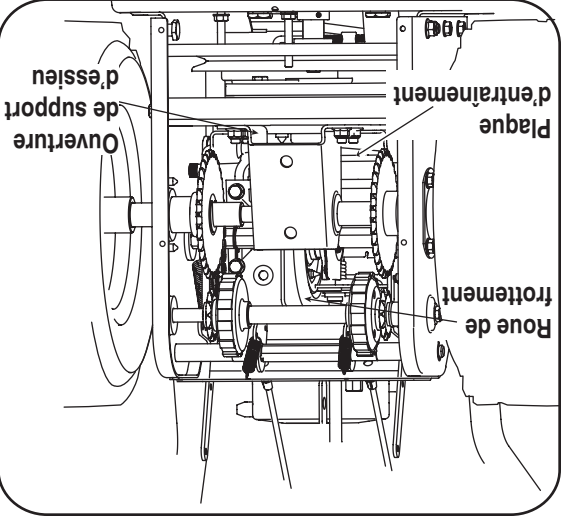

Figure 5-2
2. Retirez le couvre-châssis du dessous de la souffeuse en enlevant les vis auto-tarandeuses. Voir la Figure 5-2.